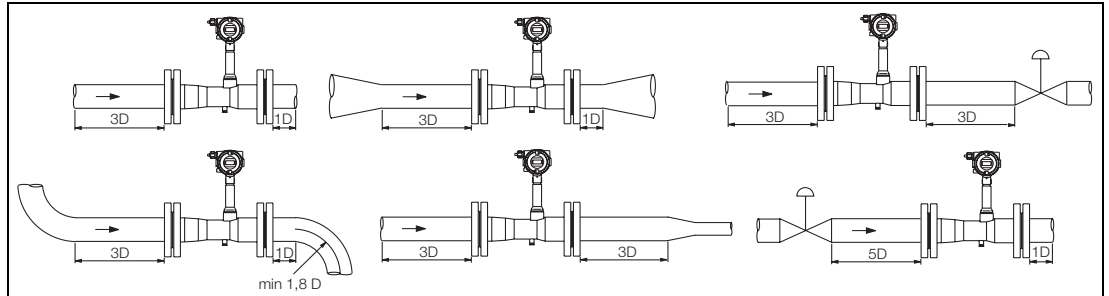

Рис. 5: Рекомендуемая длина прямолинейности входных и выходных участков.
- соблюдение рекомендуемых длин входного и выходного участков трубопровода (рис. 5);
Исходя из особенностей конструкции первичного преобразователя расходомера FS4000-ST4/-SR4 требования по предварительному выравниванию потока не являются такими жесткими. На рис. 5 показаны рекомендуемые входные и выходные участки для различных конфигураций трубопровода. Не требуется предварительное выравнивание, если радиус закругления одиночных или двойных колен трубы более 1,8 D. После сужений с фланцевыми переходами согласно DIN 28545 ($\alpha/2 = 8^\circ$) также не требуется дополнительных входных или выходных прямолинейных участков.